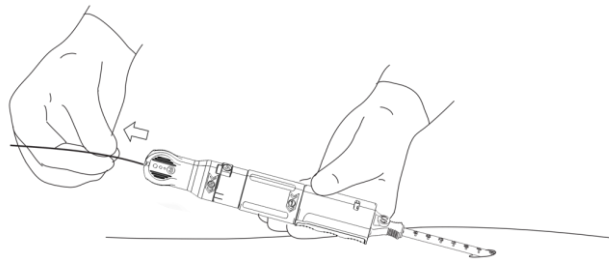

Bild 14. Avlägsnande av ledare.
- Lokalisera den indikator som är märkt med "3" och avlägsna ledaren helt och hållet från patienten och PerQseal+ förslutningsanordning. Avlägsnandet av ledaren kan utföras av en assistent. Bild 14.